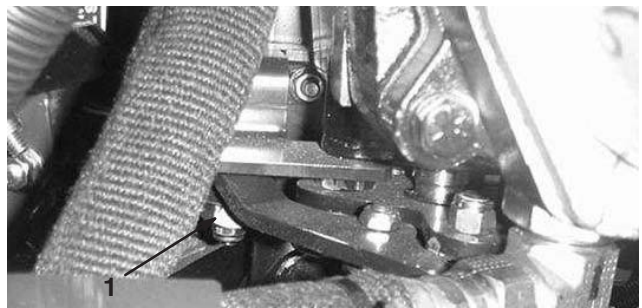

Figure 56
3. Desserrez le contre-écrou de la came de réglage de transmission (Fig. 56).